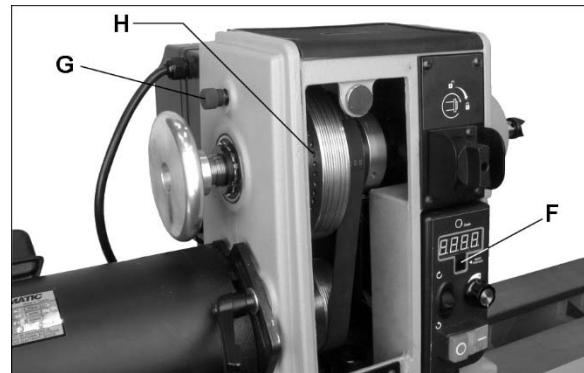

Figura 8-4
2. Pulse el botón de posición del indexador (F, Figura 8-4). La lectura digital cambiará del ajuste de RPM al ajuste del indexador.
3. Gire la pieza de trabajo con la mano a la posición deseada y después empuje hacia adentro el pasador del indexador (G, Figura 8-4) y gire la pieza de trabajo ligeramente hasta que el pasador se enganche en el agujero.
4. Atornille el pasador del indexador (G) en el cabezal para trabar el husillo.
6. Pulse el botón de posición del indexador (F) para fijar la posición del indexado ajustada a cero.
7. Desatornille el pasador del indexador (G) para soltar el husillo, y después gire la pieza de trabajo hasta que el agujero deseado se muestre en la lectura.